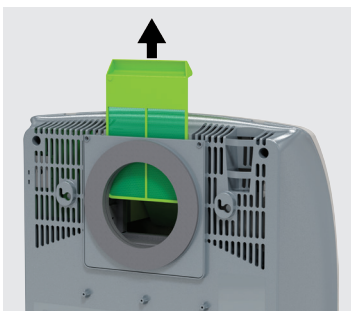

Рисунок 6
2. Извлеките фильтр грубой очистки из прибора (рис. 6).